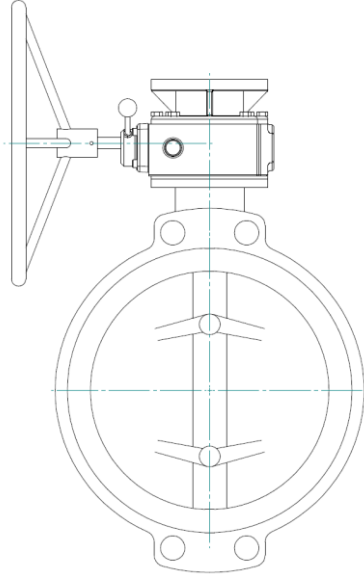

Figure 4: Réducteur monté perpendiculairement par rapport à la vanne
8. Montez le réducteur perpendiculairement par rapport à la vanne (voir la figure 4).